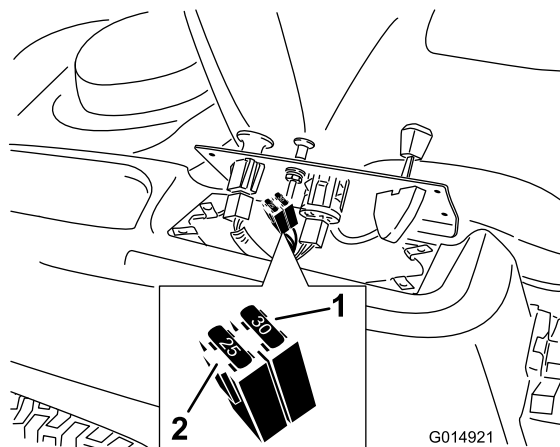

Figure 40
2. Soulevez le panneau de commande pour accéder au faisceau de câblage principal et à la boîte à fusibles (Figure 40).
3. Pour remplacer un fusible, tirez dessus pour l'enlever (Figure 40).